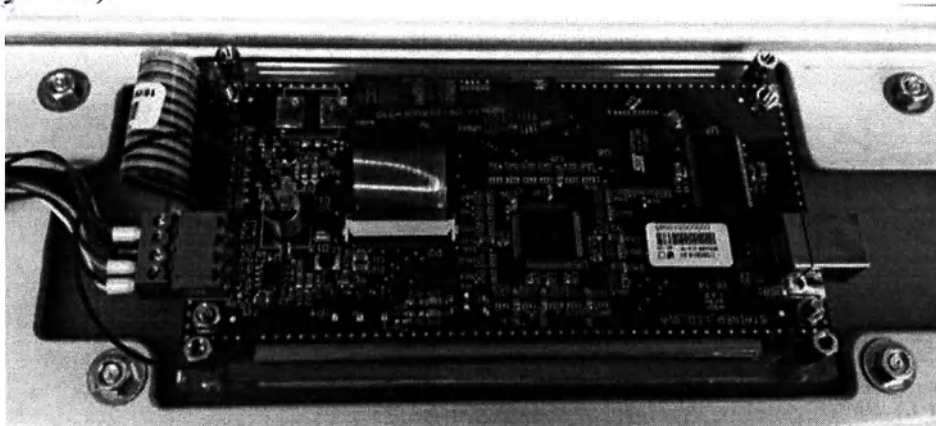

Рисунок 30. Откройте переднюю крышку и проверьте соединение, отмеченное на рисунке
- b. Если проблема не устранена, откройте переднюю крышку и проверьте соединения проводов (Рисунок 30).